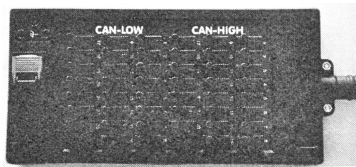

图 4-151 总线检测箱
1) CAN 连接插头可以使用检测箱 1598/38 进行检测。检测时,将各控制单元 CAN 导线检测插座与检测箱插接连接即可,如图 4-151 所示。